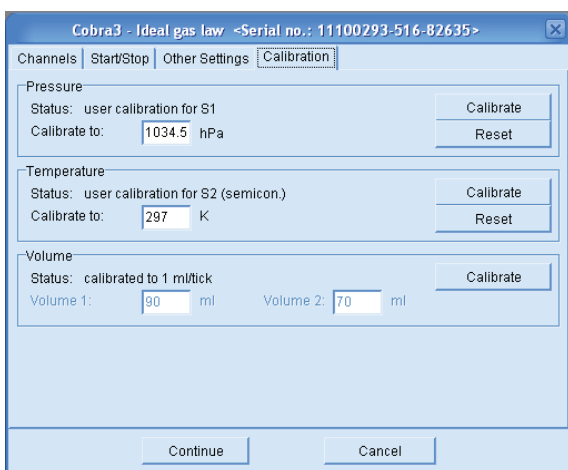
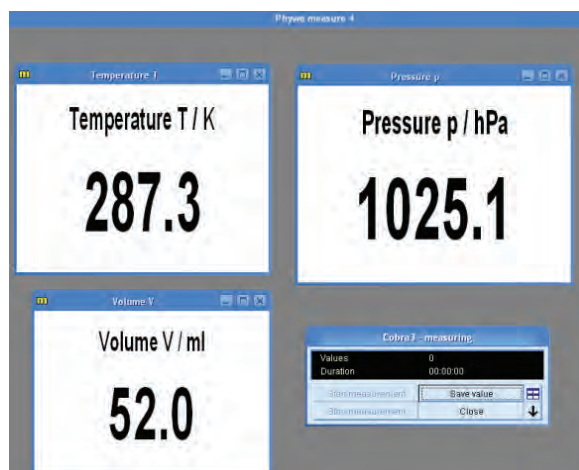

Fig. 4
Fig. 5
- **Calibration** (se trec valorile presiunii  $p_r$  și temperaturii  $T_r$  măsurate manual, se apasă pe **Calibrate** – fig. 4) > **Continue** (sunt afișate:  $p$ ,  $V$ ,  $T$  – fig. 5), se salvează: **Save value**.